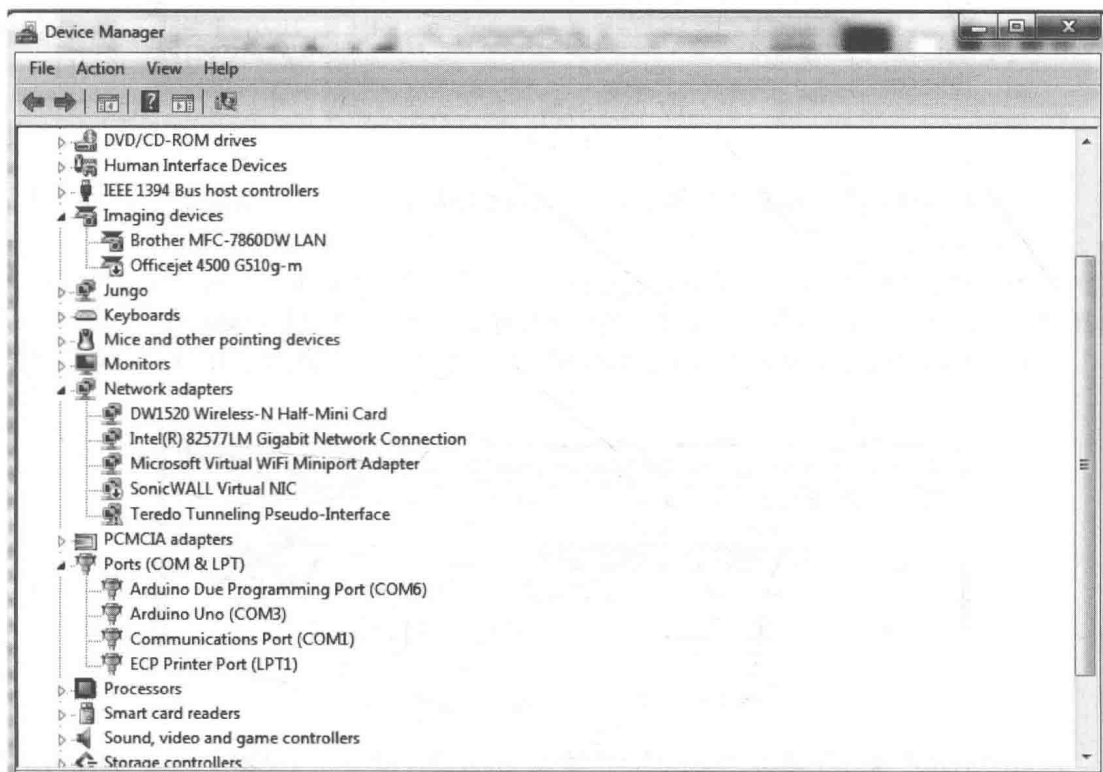
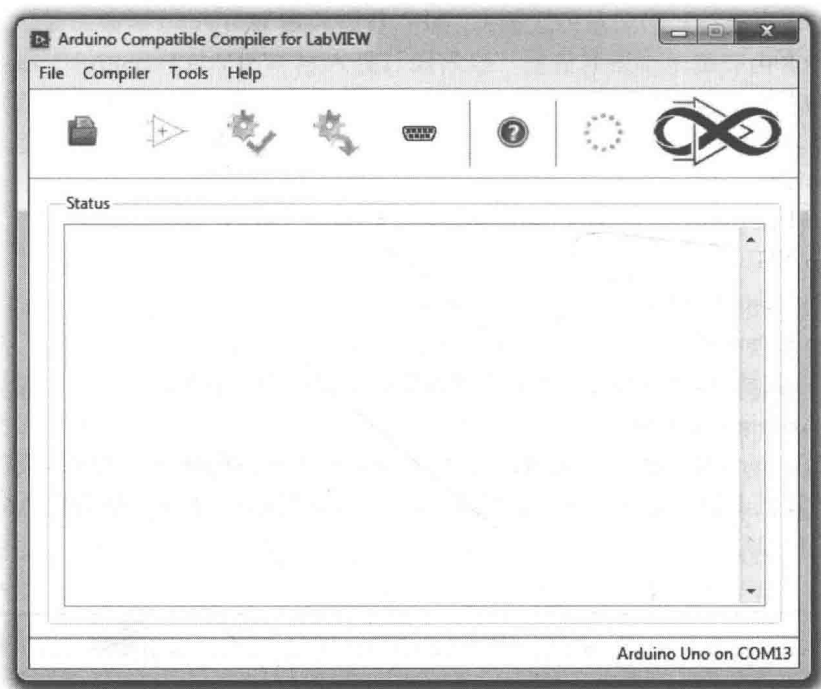

图 1-2 查看 Arduino 硬件板配置
图 1-3 打开编译器界面
1) 打开计算机上的设备管理器，展端口，如自动安装成功的话，能看到 Arduino 硬件板的型号（见图 1-2）。
2) 查看如图 1-2 所示的“Ports”节点, 可看到显示已安装 Arduino 硬件板, 代表 Arduino 硬件板已安装到桌面 PC 机上了, 在 LabVIEW “工具” 菜单中, 单击“Arduino Compatible Compiler for LabVIEW”, 打开编译器界面 (见图 1-3)。